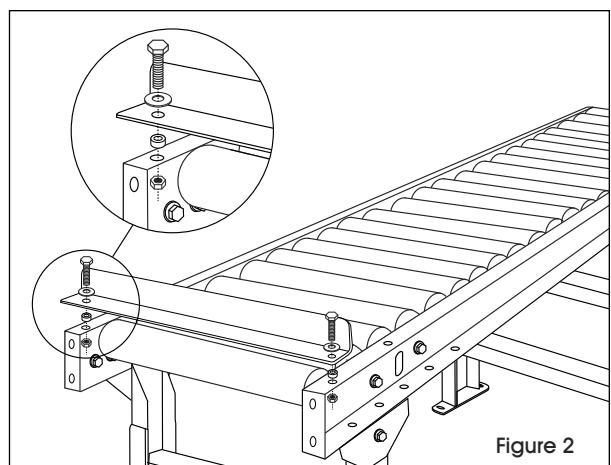

Figure 2
3. Place washer over hole. Insert bolt through holes and secure with nut. Tighten nut and bolt fully. (See Figure 2)
3. Placez une rondelle sur chaque trou. Insérez un boulon à travers les trous et fixez avec un écrou. Serrez à fond l'écrou et le boulon. (Voir Figure 2)